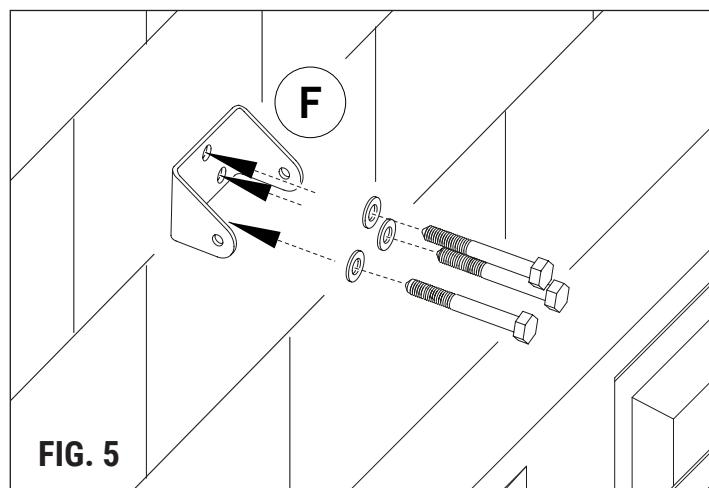

FIG. 5
- A) Fixați suportul frontal (**F**) la centrul ușii în perete (fig. 5) și apoi fixați capul tijei cu suruburile furnizate (fig. 6).
- EN** Place the front bracket (**F**) at the centre of the door in the wall (fig.5) and secure the boom head with the screws supplied (fig. 6).
- DE** An vorderen Bügel (**F**) in der Mitte der Tür in der Mauer (Abb. 5) befestigen und den Kopf des Schlagbaums mit den mitgelieferten Schrauben festmachen (Abb. 6).
- FR** A) Fixer la bride avant (**F**) au centre de la porte dans le mur (fig.5) et fixer la tête de la barrière avec le vis fournis de série (fig. 6).
- A) Fijar el estribo delantero (**F**) en el centro de la puerta, en la pared (fig.5) y fijar la cabeza de la varilla con los tornillos suministrados (fig. 6).
- A) Fixe o suporte dianteiro (**F**) no centro da porta na parede (fig.5) e fixe a cabeça da haste com os parafusos fornecidos (fig. 6).
- NL** Bevestig de voorste beugel (**F**) in het midden van de poort in de muur (afb. 5) en bevestig de kop van de stang met de bijgeleverde schroeven (afb. 6).
- PL** Zamocować przedni uchwyt (**F**) na środku drzwi w ścianie (rys. 5) i zamocować głowicę listwy dodanymi do kompletu śrubami (rys. 6).